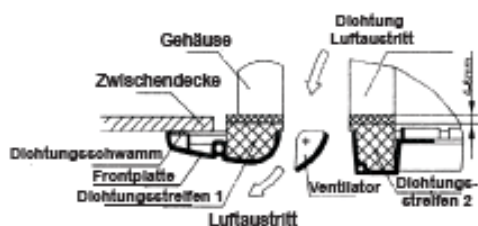

Abb. 12
- e. Ziehen Sie die Schrauben unter den Haken so weit an, bis der Dichtungstreifen zwischen Gehäuse und Luftaustritt nur noch ca. 4-6 mm dick ist. Der Rand des Gitters sollte gut an der Zwischendecke anliegen. (Siehe Abb. 12)